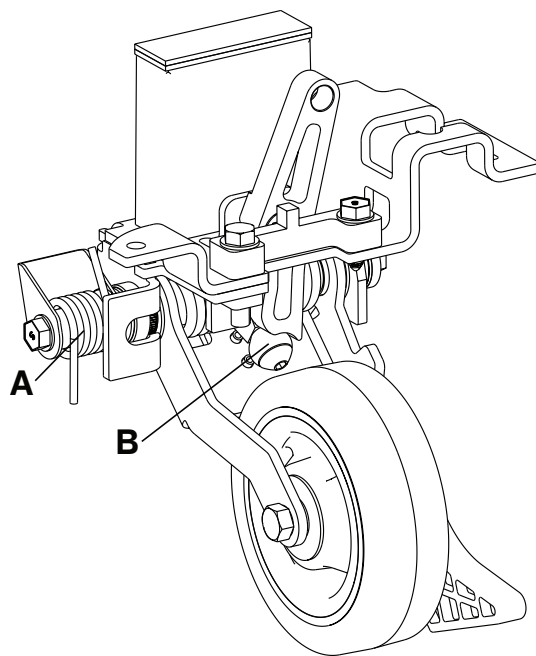

**Figura 22 – Lubricación de la quinta rueda retráctil**
3. Aplique grasa MPG-3 al muelle (A) y al rodillo (B) (Figura 22).